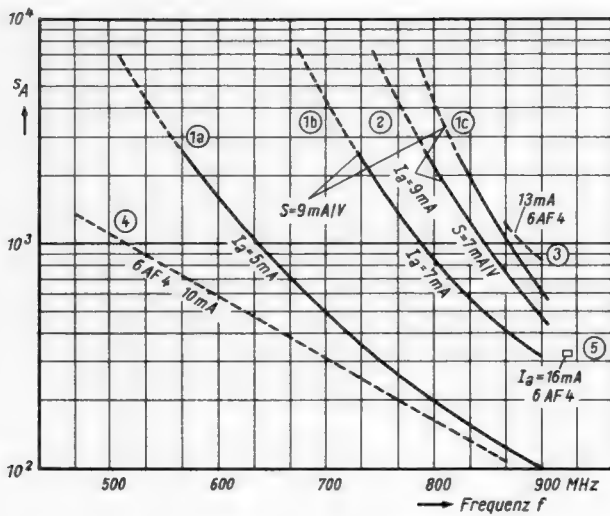

Bild 14. Das Stabilitätsmaß s_A in Abhängigkeit von der Frequenz, vom Anodenstrom und von der Steilheit beim Kasten-oszillator
Wichtig ist auch der Einfluß von Netzspannungsschwankungen auf die Oszillatorfrequenz. Sowohl Schwankungen der Anoden wie auch der Heizspannung können auf die Frequenz wesentlich einwirken. Anoden- und Heizspannungsänderungen beeinflussen vor allem die Steilheit, die Elektronenlaufzeit, die Raumladung und damit auch die Röhrenkapazität. Änderungen der Röhrenkapazität können durch eine in Reihe oder parallel geschaltete äußere Festkapazität (vgl. Bild 8c!) in ihrer Auswirkung vermindert werden. Bild 14 zeigt das Stabilitätsmaß
in Abhängigkeit von der Abstimm-Frequenz für einen Kastensoszillator mit kapazitiver Abstimmung; $C = 2 \cdot 25 \text{ pF}$ (vgl. Bild 9). Die Kurven 1a, 1b und 1c in Bild 14 gelten für eine bestimmte Röhre EC 93 (Nennsteilheit 9 mA/V) bei verschiedenen Anodenströmen. Man erkennt, daß die Frequenzstabilität mit steigender Frequenz und mit abnehmendem Betriebsstrom sinkt. Kurve 2 ist — bei gleichem Strom wie Kurve 1c — mit einer
Röhre kleinerer Steilheit gemessen. Zum Vergleich ist eine Kurve eingezeichnet (3), welche sich auf Messungen stützt, die bei der RCA mit einer Röhre 6 AF 4 (amerikanische Vergleichstypen) bei 13 mA an einem Kastensoszillator ähnlicher Konstruktion ausgeführt wurden [4]. Ferner ist eine Meßkurve (4), die an einem Mallory-Converter, Modell TV 101 mit Variometer-Abstimmung für die Röhre 6 AF 4 bei 10 mA aufgenommen wurde, angegeben. Schließlich ist noch ein Meßpunkt (5) für einen Oszillator mit offener $\lambda/2$ -Leitung, der mit der Röhre 6 AF 4 bestückt war, bei $I_a = 16 \text{ mA}$ in Bild 14 eingetragen (vgl. [5], S. 119, Bild 6).